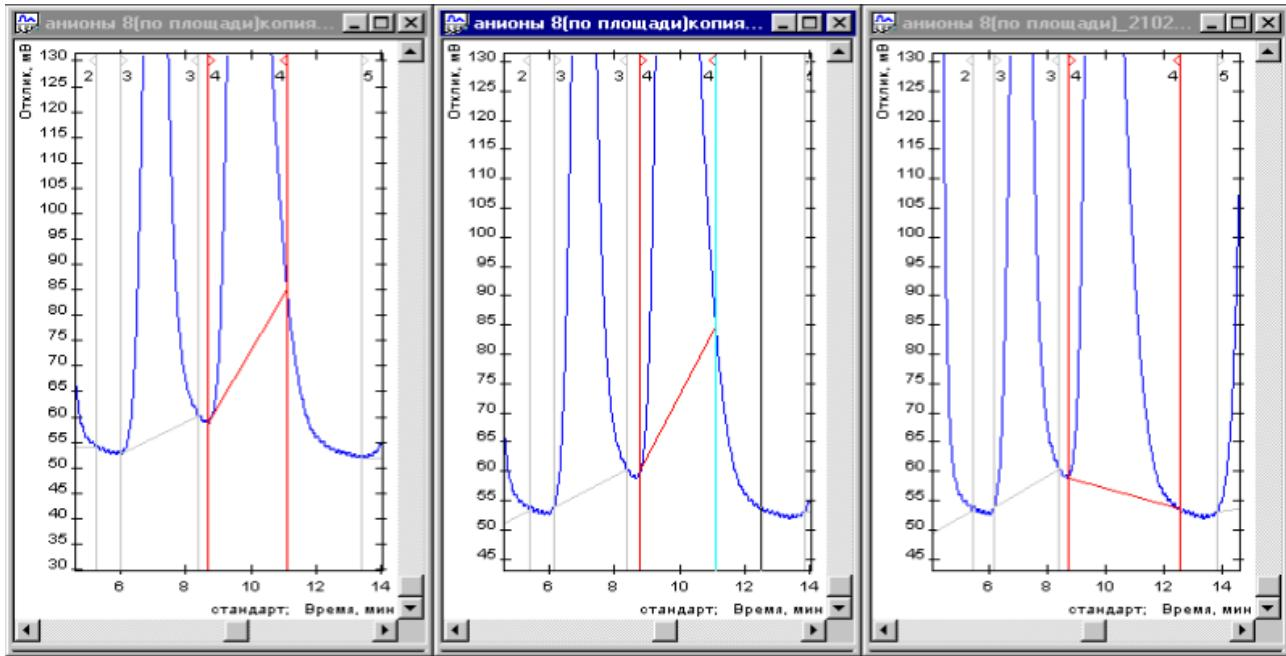

Рис. 54: 1) Выбранный пик; 2) Перемещение границы пика; 3) Результат.
- Чтобы переместить границу пика, кликните по ней и, удерживая левую кнопку мыши, переместите границу в необходимую позицию (Рис. 54).